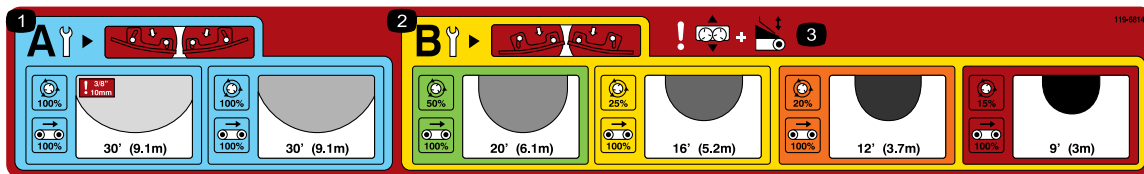
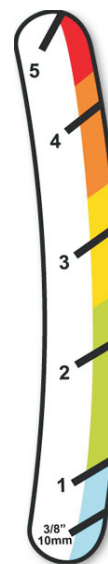

Рисунок 28
Рисунок 34
Выберите плотность разбрасывания, руководствуясь таблицей с основными рабочими параметрами, которая находится на заднем борту машины (Рисунок 28).
Максимальная высота подъема заднего борта 12,7 см (5 дюймов) делится на цветовые диапазоны с целевой стартовой линией в каждом диапазоне (Рисунок 34). Вы можете увеличить или уменьшить количество материала с помощью изменения высоты заднего борта в пределах соответствующего цветового диапазона.
**Примечание:** Цветовые диапазоны на табличке, показанной на Рисунок 34, соответствуют цветовым диапазонам на табличке с основными рабочими параметрами (Рисунок 28).
**Примечание:** Цветовые диапазоны на табличках, показанных на Рисунок 34 и Рисунок 37, соответствуют цветовым диапазонам на табличке с основными рабочими параметрами (Рисунок 28).
**Примечание:** Цветовые диапазоны на табличке, показанной на Рисунок 39, соответствуют цветовым диапазонам на табличке с основными рабочими параметрами (Рисунок 28).
**Примечание:** Цветовые диапазоны на табличке, показанной на Рисунок 41, соответствуют цветовым диапазонам на табличке с основными рабочими параметрами (Рисунок 28).